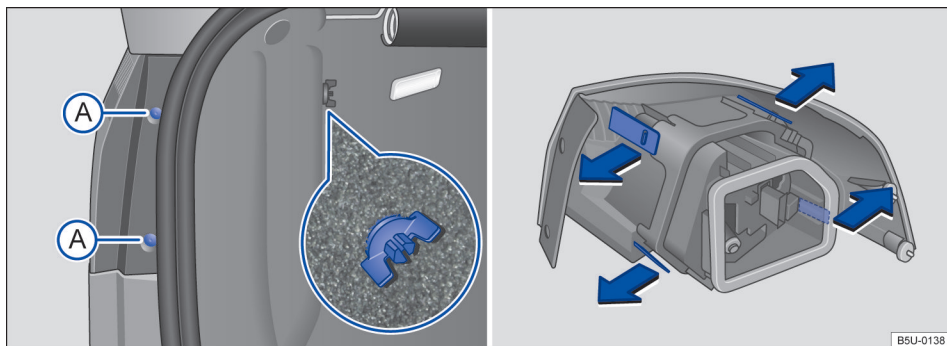

Fig. 116 Na carroceria: remover a lanterna traseira e suporte das lâmpadas.
3. Remover os parafusos de fixação → Fig. 116 (A).
4. Soltar o parafuso borboleta → Fig. 116 (lupa) e retirá-lo, segurando, ao mesmo tempo a lanterna traseira.
8. Para destravar o suporte das lâmpadas, pressionar cada lingueta de travamento no sentido das setas → Fig. 116.